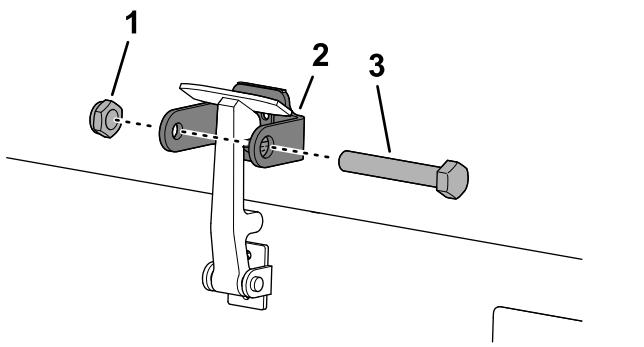

Figura 20
7. Avvitate il bullone nell'altro braccio della staffa di chiusura del cofano per fissare il fermo in posizione (Figura 20).